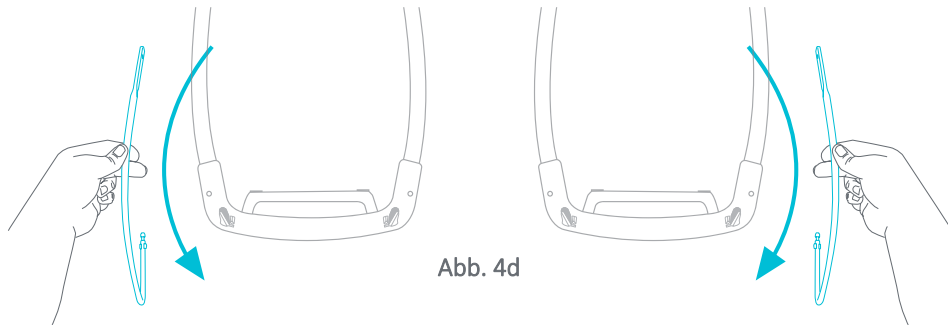

Abb. 4d
**HINWEIS:** Für eine ordnungsgemäße Installation müssen die Drähte des Grundrahmens nach innen zur Basis gebogen sein (Abb. 4d).